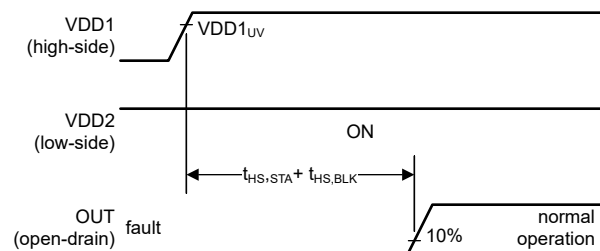

図 7-6. VDD2 がオンで、VDD1 がオンになる (遅延時間が長い)
図 7-6 では、ローサイド電源 (VDD2) がオンになった後しばらくして、ハイサイド電源 (VDD1) がオンになります。出力は最初はアクティブ Low 状態です (ケース (1) を参照)。ハイサイド電源がイネーブルされた後、本デバイスが通常動作となり、出力がコンパレータの現在の状態を反映するまでに、 $t_{HS, STA} + t_{HS, BLK}$  の時間が経過します。